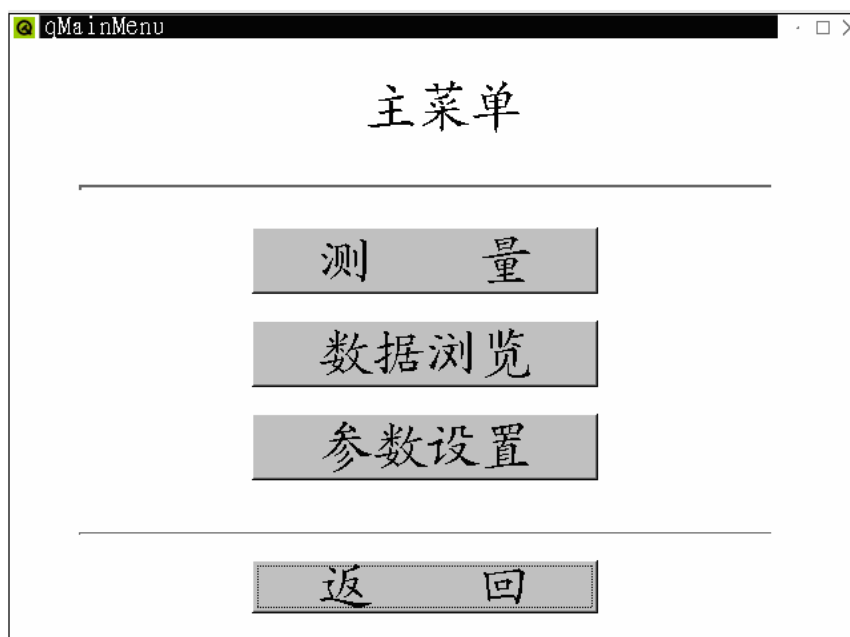

图 3
2、在触摸屏上点击【进入系统】，仪器进入图 3 界面《主菜单》。
3、在图 3 所示测量程序主菜单中，点击触摸屏上的【测量】处，进入图 4 《测量选择页面》。
- 2、点击触摸屏的【进入系统】处，进入图 3 所示的《主菜单》。
- 2、点击触摸屏的【**进入系统**】处，进入图 3 所示的《主菜单》。